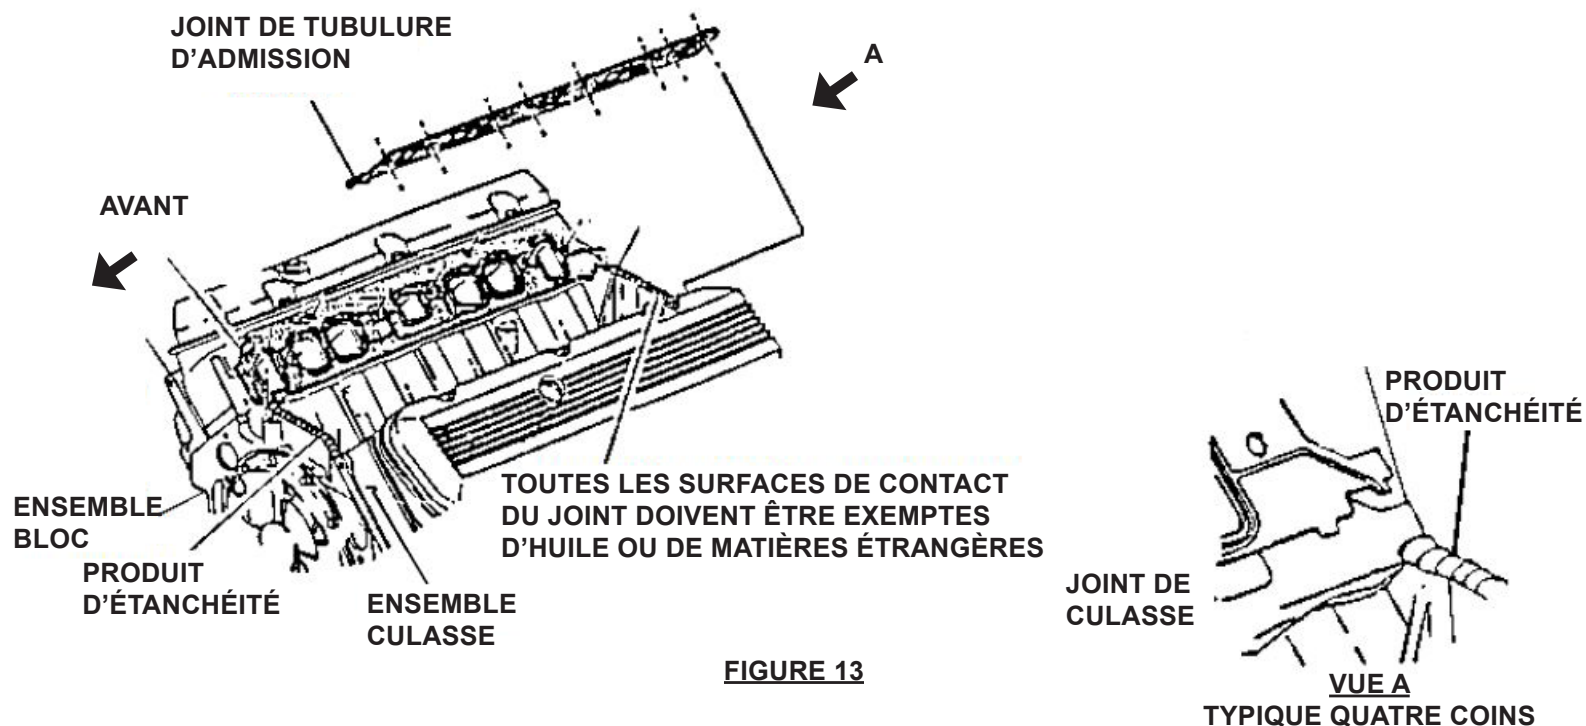

FIGURE 13
1. Placer les joints d'admission en orientant le numéro de pièce vers le haut sur les culasses. Les trois découpes destinées à l'écran d'huile se trouvent à la base du joint. Vérifier que les joints n'obstruent pas les ouvertures d'orifice des culasses. Il ne devrait pas être nécessaire de découper les joints. Toutefois, si les nécessaires de découper les joints, marquer les parties des joints qui doivent être découpées. Retirer les joints des culasses. Découper les joints avec un couteau à lame rétractable. Placer les joints sur la tubulure d'admission en orientant le numéro de pièce vers la tubulure. Vérifier que les joints n'obstruent pas les ouvertures d'orifice de la tubulure. Au besoin, découper les joints avec un couteau à lame rétractable. Poser les joints sur les culasses en orientant le numéro de pièce vers le haut. Glisser l'écran d'huile vers l'avant ou vers l'arrière pour s'assurer que les découpes dans les joints s'ajustent autour des languettes de l'écran d'huile. Voir la figure 13.
2. Ne pas utiliser de joints d'étanchéité d'extrémité à travers la surface d'étanchéité d'extrémité du bloc-moteur. Appliquer plutôt un cordon de 3/8 po de produit d'étanchéité à vulcanisation à température ambiante (RTV). Faire chevaucher les quatre coins des joints d'admission avec le produit d'étanchéité. Voir la Vue A de la figure 13.